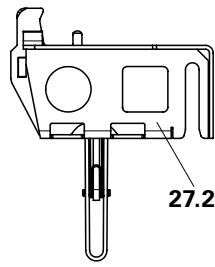

Fig. A10.07
1. Insérer el connecteur (27.1) avec le boulon à rainure dans la poutrelle SLT 225 (Travée principale) et le serrer à la main. (Fig. A10.07)